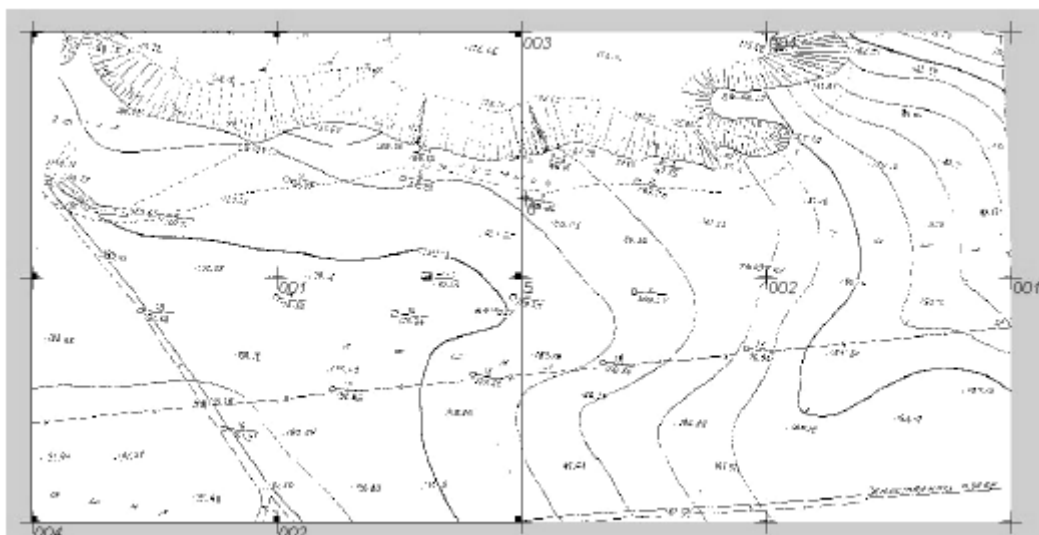

Рис. 4.7
9. Создайте контур видимости по каждому фрагменту. Для этого в меню **Контурности видимости** выберите команду **Создать**. После проведения этого действия окончательное изображение будет иметь вид (рис. 4.7)